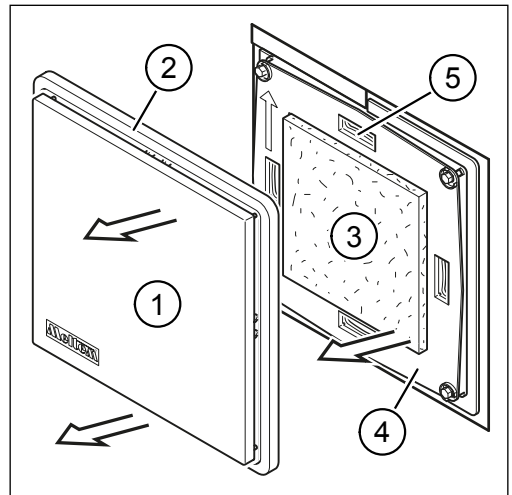

Abb. 29: Luftfilter wechseln
- ▶ Ziehen Sie den Vorsatzdeckel (Pos. 1 in Abb. 29) mit Ansaugdeckel (Pos. 2 in Abb. 29) nach vorne ab.
- ▶ Entnehmen Sie den gebrauchten Luftfilter (Pos. 3 in Abb. 29).
- ▶ Saugen Sie den freigelegten Filterträger (Pos. 4 in Abb. 29) mit einem Staubsauger ab.
- ▶ Führen Sie den Ansaugdeckel mit den 4 Stiften in die Schlitze (Pos. 5 in Abb. 29) des Filterträgers ein und drücken Sie den Ansaugdeckel an.